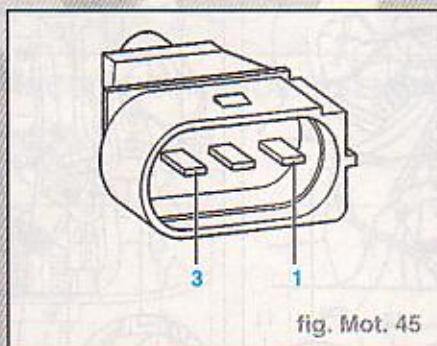

fig. Mot. 45
- Brancher le multimètre sur les contacts 2 et 3 de la fiche du transmetteur de régime-moteur (fig. Mot. 45).